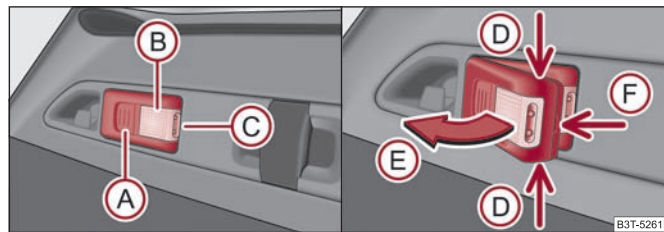

Fig. 58 Lampa cu posibilitate de demontare
- Iluminarea portbagajului - iluminează partea (B) ⇒ fig. 58 (lampa se află în suport),
- Lampă portabilă - iluminează partea (C) (lampa este scoasă din suport).
- Apucați lampa de locurile marcate cu săgeți (D) ⇒ fig. 58 și rabatați-o în direcția indicată de săgeată (E), scoțând-o. ▶
- Dacă nu stingeți lampa și nu o așezați corect în suport, lămpile din partea din față **(C)** ⇒ pagina 70, fig. 58 se sting automat.
- Dislocați capacul acumuloarelor cu un obiect subțire, ascuțit, în locul clipsului de fixare **(F)** ⇒ pagina 70, fig. 58.